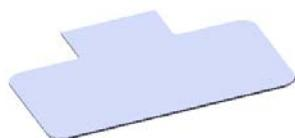
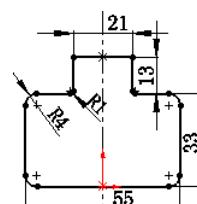

图 16.6.38 基体—法兰 1
图 16.6.39 横断面草图
Step2. 创建图 16.6.38 所示的钣金基础特征——基体—法兰 1。
(1) 选择命令。选择下拉菜单 **插入(I)** → **钣金(H)** → **基体法兰(A)...** 命令(或单击“钣金”工具栏上的“基体法兰/薄片”按钮 )。
(2) 定义特征的横断面草图。
① 定义草图基准面。选取前视基准面作为草图基准面。
② 定义横断面草图。在草图环境中绘制图 16.6.39 所示的横断面草图。
③ 选择下拉菜单 **插入(I)** → **退出草图** 命令，退出草图环境，此时系统弹出“基体法兰”对话框。
(3) 定义钣金参数属性。在 **钣金参数(S)** 区域的 **t1** 文本框中输入厚度 0.5，取消选中 **反向(E)** 复选框。